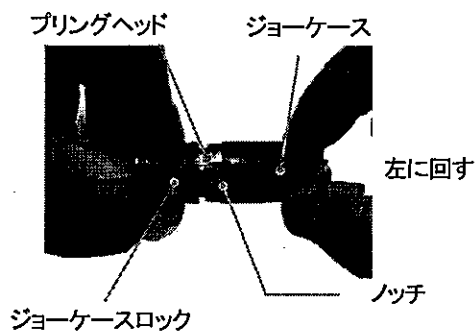

図7-2
- (3) ジョーケースロックを手で解除し、ジョーケースをプリングヘッドから外します。(図7-2)
(6) ジョーケースは手で回らなくなるまで、締め込み1ノッチ(図7-2参照)戻してください。
(7) (2)とは逆の手順でアンビル、フロートピース、スプリングを組み付けて下さい。